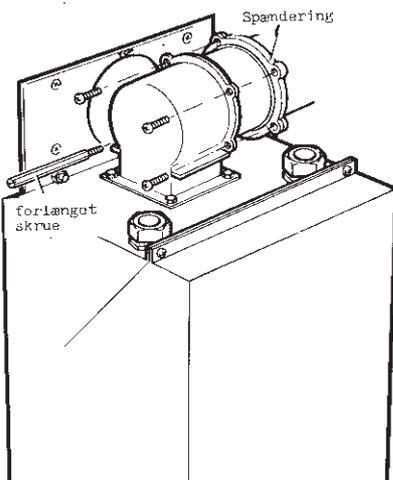

Fig. 9,2
16. Anbring spænderingens 2 halvdele omkring luftrøret som vist på fig. 9,2. Bemærk at den flade side vender væk fra kedlen og siden med recess ind mod kedlen.